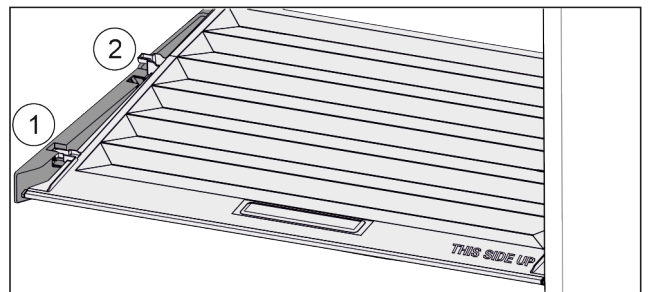

Fig. 41
- ▶ Deckel bis zur Öffnung in den Halteteilen nach vorne ziehen Fig. 41 (1).
- ▶ Hinten von unten anheben und nach oben wegnehmen Fig. 41 (2).